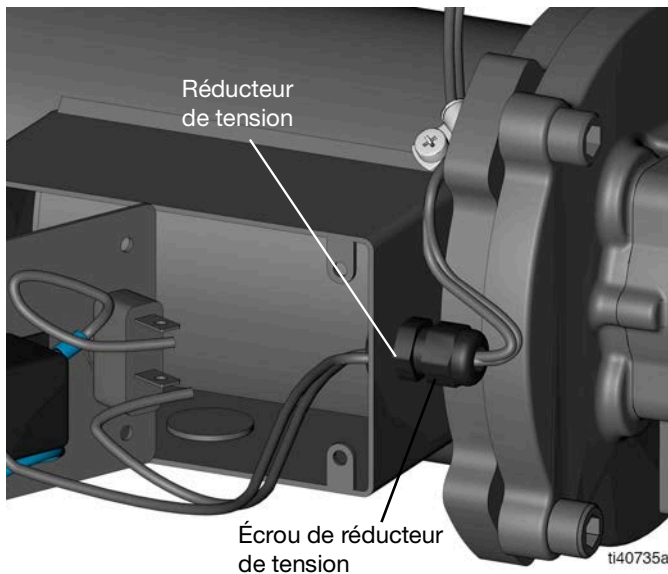
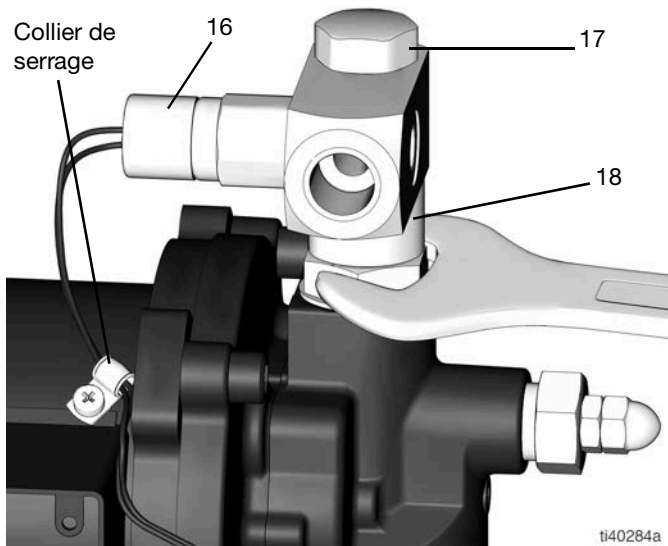

FIG. 14
FIG. 15
10. Dévissez l'écrou du réducteur de tension (FIG. 14).
11. Tirez les fils du pressostat hors de la boîte à bornes à travers le réducteur de tension (FIG. 14).
12. Retirez les fils du pressostat du collier de serrage (FIG. 15).
13. Retirez l'ensemble du clapet anti-retour de sortie (16, 17 et 18) de la pompe (1) (FIG. 15).
1. Serrez le nouvel ensemble de clapet anti-retour de sortie (16, 17 et 18) dans la pompe (1), de façon à ce que le pressostat soit face au moteur (19) (serrez au couple de 27,1 N•m) (voir FIG. 15).
2. Poussez les fils du pressostat dans le collier de serrage et dans la boîte à bornes à travers le réducteur de tension (FIG. 14 et FIG. 15).
4. Tournez l'écrou du réducteur de tension à l'aide d'une clé jusqu'à ce qu'il soit serré (voir FIG. 14).